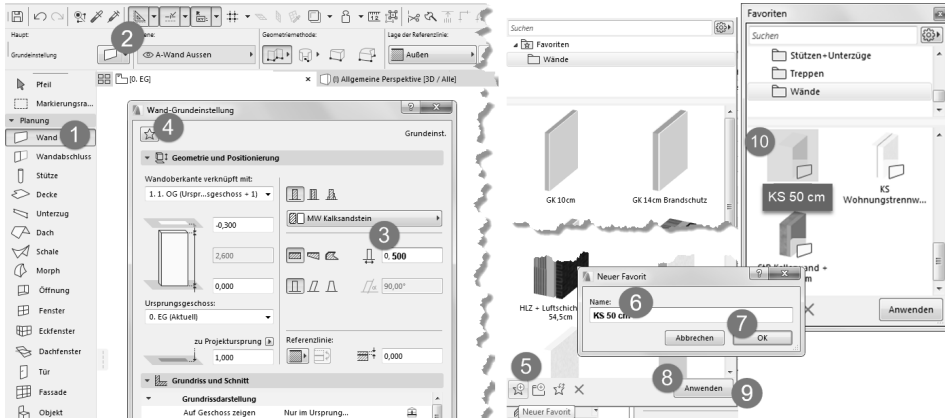

Abb. 1.24: Favoriten mit eigenem WAND-Element bestücken
- Die Favoriten können Sie über das Werkzeug  in der Symbolleiste STANDARD, das Menü FENSTER|PALETTEN|FAVORITEN oder Tastenkürzel **[Strg] + [F]** aktivieren. Mit diesem Werkzeug können Sie häufig benutzte Elemente in einer Liste zur schnellen Auswahl anzeigen lassen. *Eigene* Elemente mit bestimmten individuellen Voreinstellungen können Sie später aus dem GRUNDEINSTELLUNGEN-Dialogfenster jedes Werkzeugs mit der Schaltfläche FAVORITEN dort ablegen. Als Beispiel wird in Abbildung 1.24 eine Wand mit Wandstärke 50 cm als Favorit gespeichert: